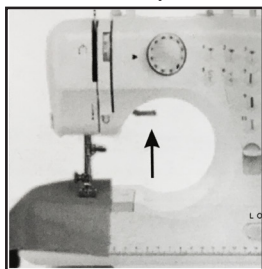

Fig. 7
1. Gire o volante da máquina no sentido anti-horário para levantar a agulha para a posição mais alta. Levante o calcador e coloque o tecido que você deseja costurar sob o calcador (Fig. 7).